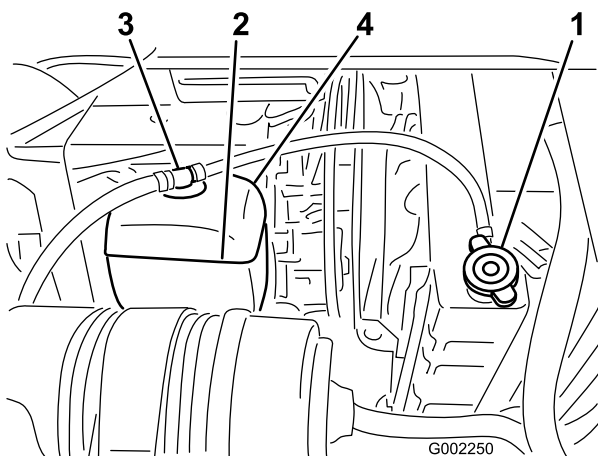

Figura 51
3. Retire cuidadosamente el tapón del radiador y el tapón del depósito de expansión (Figura 51).